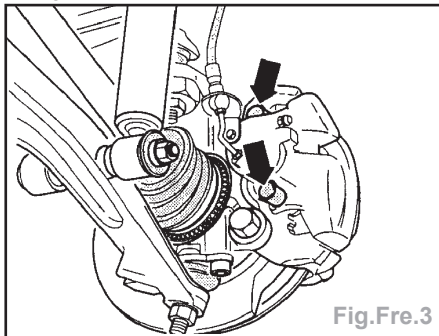

Fig.Fre.3
- Dévisser les deux pivots de guidage de l'étrier de frein et les retirer (flèche) (Fig.Fre.3).